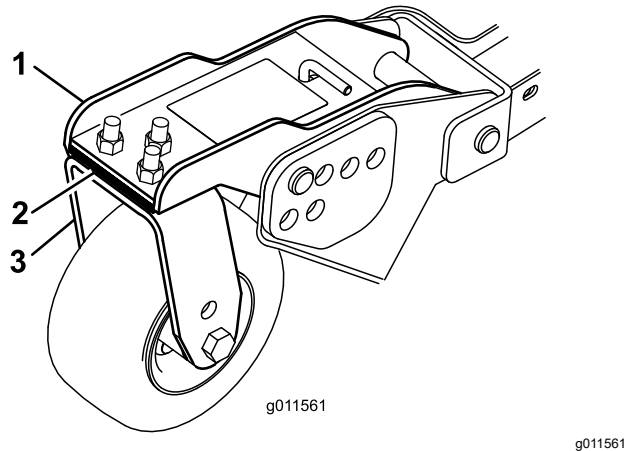

Bild 29
3. Stellen Sie die Beilagscheiben (3 mm) an den vorderen Laufradgabeln auf die entsprechende Schnitthöhe auf dem Aufkleber ein (Bild 29).
3. Wenn die innere Schnittkante des Seitenmäherwerks im Verhältnis zur äußeren Kante des Frontmäherwerks zu hoch ist, entfernen Sie eine Beilagscheibe (3 mm) von der Unterseite des vorderen inneren Laufradarms am Mähwerk (Bild 29).